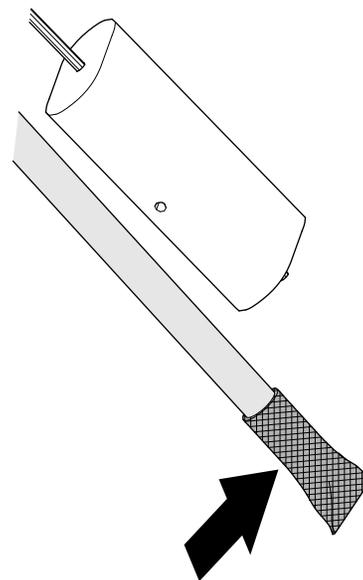

Рисунок 90
- 1. Очистите сетчатый фильтр на конце топливозаборной трубы (Рисунок 90).